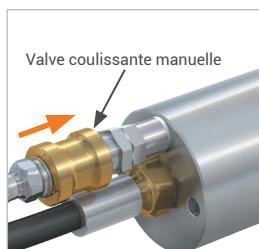

Figure 4
- ▶ Faites coulisser le manchon coulissant de la valve coulissante manuelle (Pos. 6) vers l'avant (*Figure 4*). La pression pilote est acheminée. Les joints frontaux élastiques (Pos. 7) sont comprimés et le connecteur s'ajuste automatiquement à la pièce d'essai afin d'établir une connexion étanche.